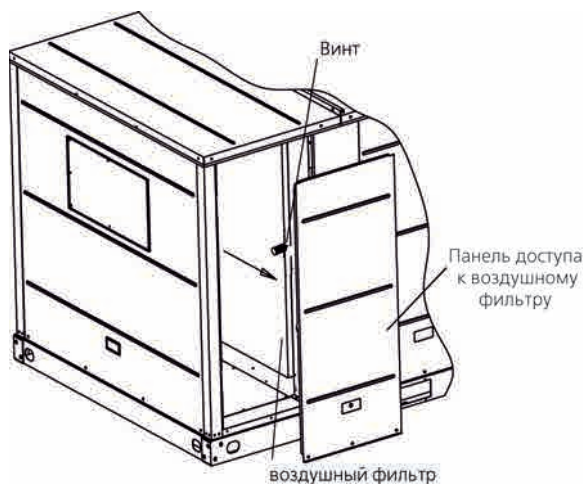

Рис. 9-5
- Для моделей (22-70) см. рис. 9-5, для модели 100 см. рис. 3-16.